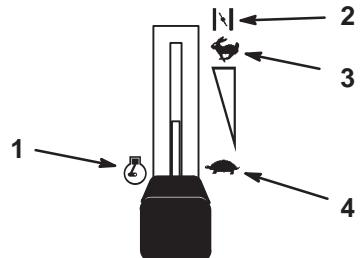

Bild 6
5. Stellen Sie den Gashebel auf Choke (Bild 6), bevor Sie einen kalten Motor anlassen.
7. Schieben Sie den Gashebel, sobald der Motor angesprungen ist, langsam in eine Stellung zwischen Schnell und Langsam (Bild 6). Lassen Sie den Motor 3 bis 5 Minuten lang warm laufen, bevor Sie den Gashebel auf Schnell stellen.
1. Stellen Sie den Gashebel auf Langsam (Bild 6).